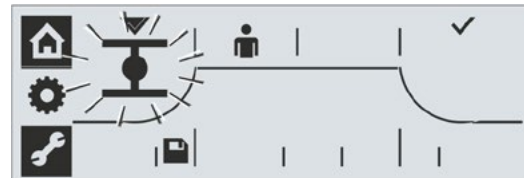

**Bild 10: Vridmomentberoende frånslagning i ändläget STÄNGD**
12. Spara ändläge: Tryck på styrknappen. Bocken bekräftar att det första ändläget har sparats. Displayen växlar till det andra ändläget (i detta exempel till ändläget STÄNGD) för inställning av parametrarna för frånslagningstypen – symbolen för den aktuellt inställda frånslagningstypen i STÄNGD-ändläget, väg- eller vridmomentberoende, blinkar, se bild 10.